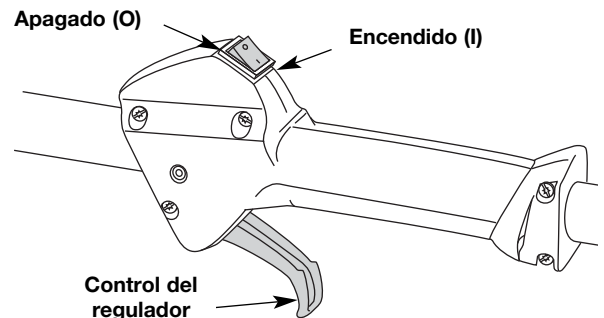

Fig. 9
2. Oprima y mantenga oprimido el control de encendido y apagado en la posición de **APAGADO (O)** hasta que el motor se detenga por completo) (Fig. 9).